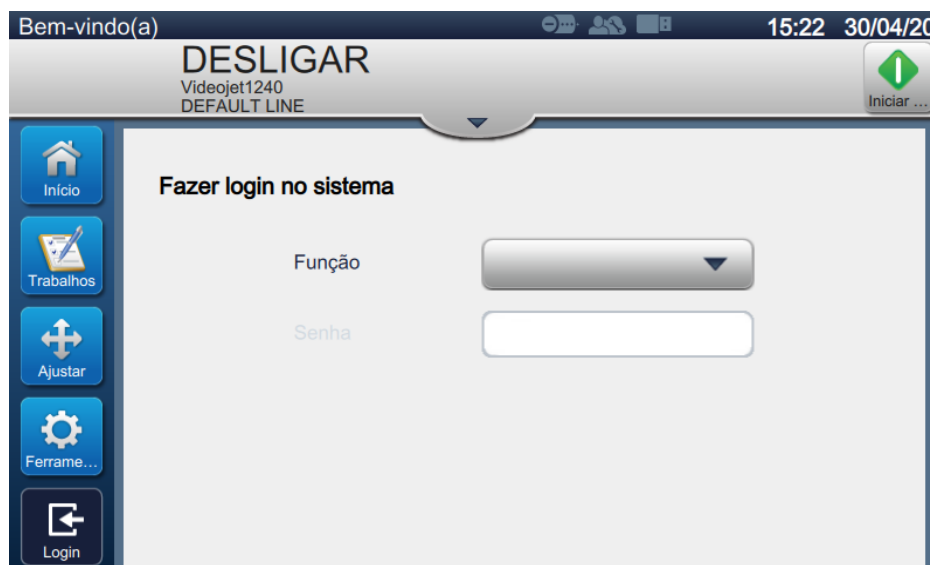

Figura 4-2: Tela de login
1. Toque no botão  para abrir a tela Efetuar login no sistema, como mostra a Figura 4-2.